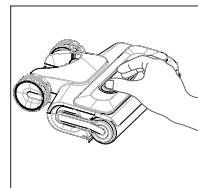

Abb. 12 – Abdeckung entfernen
- ▶ Drücken Sie die Taste (1), um das Gerät auszuschalten.
- ▶ Nehmen Sie die Abdeckung der Mikrofaserrolle ab, indem Sie die beiden Entriegelungstasten auf der Oberseite zusammendrücken und die Abdeckung nach oben abziehen (**siehe Abb. 12**).